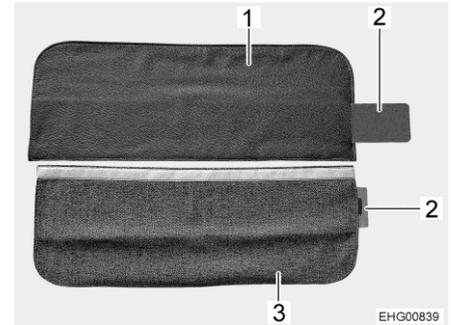

Bild 92 Sicherheitsgurtverkleidung
Die Sicherheitsgurtverkleidung kann aus Leder (Bild 92,1) oder aus Stoff (Bild 92,3) gefertigt sein.
- Metallverstärkung (Bild 92,2) komplett in Tasche der Sicherheitsgurtverkleidung (Bild 92,1 oder Bild 92,3) schieben.